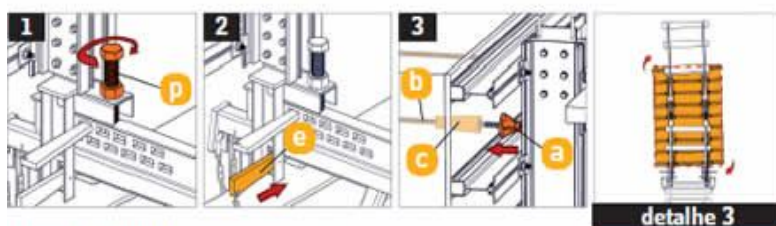

Figura 11 – Regulagem do conjunto
- Ajustar o painel, girando o parafuso de ajuste e regulando-o lateralmente. Bater a cunha vertical e fixar a porca borboleta no tirante fixado ao cone de posicionamento (figura 11).